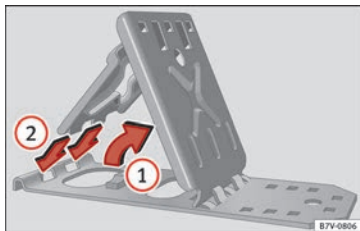

Abb. 182 Clappkeile ausklappen.
- Stützplatte anheben »» Abb. 182 ①.
- Beide „Nasen“ der Fixierungsplatte ganz in die Langlöcher der Stützplatte stecken ②.